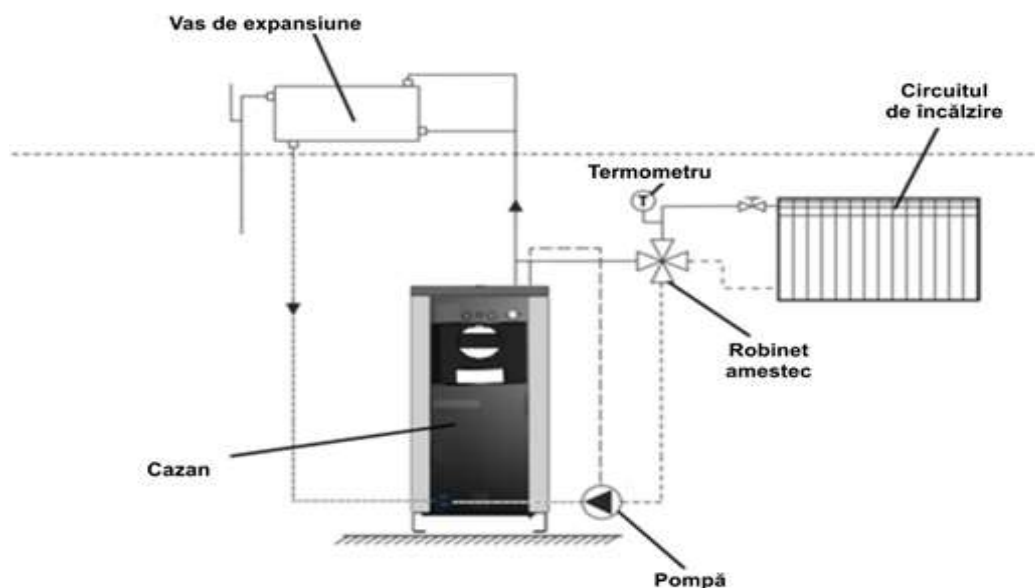

Figura 9. Schema de îmbinare a cazanului cu un sistem de încălzire deschis
5. Închideți grătarul (Figura 9) și ușa inferioară a cazanului,